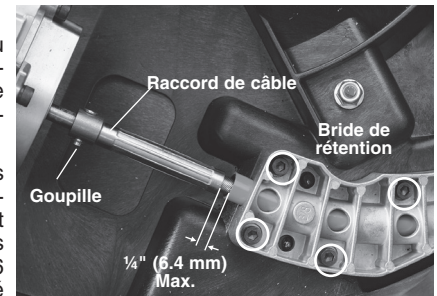

Figure 2 – Montage de la bride de rétention du câble
3. Retirez les vis de la bride de rétention du câble, puis retirez la bride (Figure 2).
6. Inversez le processus pour remonter l'ensemble. La gaine doit recouvrir le câble sans laisser plus de 1/4" (6 mm) de câble exposé (Figure 2). Serrez l'ensemble des vis à fond.